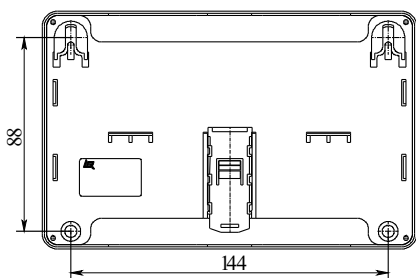

Рисунок 5
- в месте установки МДУ просверлить два верхних отверстия под дюбели с шурупами диаметром 4 мм согласно установочным размерам (рисунок 5);